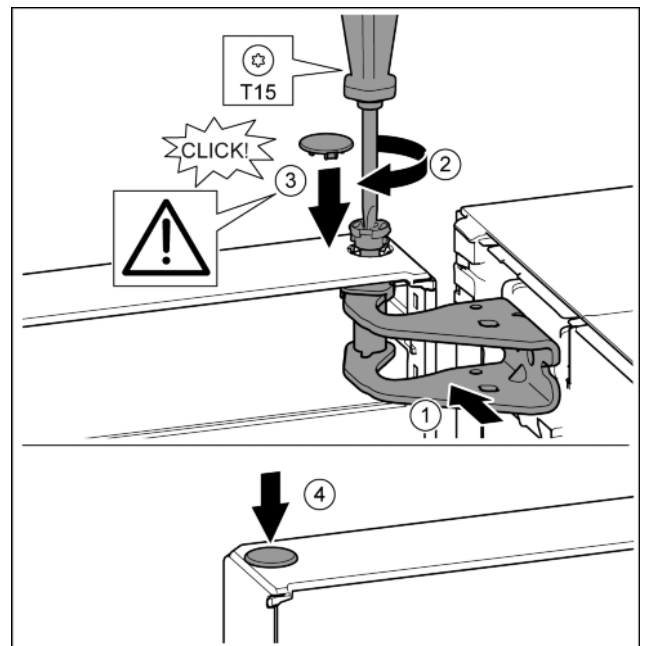

Fig. 21
- ▶ Дверь вверху выровнять по отверстию в опорном кронштейне. Fig. 21 (1)
- ▶ Вставить палец и затянуть отверткой T15. Fig. 21 (2)
- ▶ Установить предохранительную крышку для защиты двери: вставить предохранительную крышку и проверить, прилегает ли она к двери. В ином случае вставить палец полностью. Fig. 21 (3)
- ▶ Вставить заглушку. Fig. 21 (4)